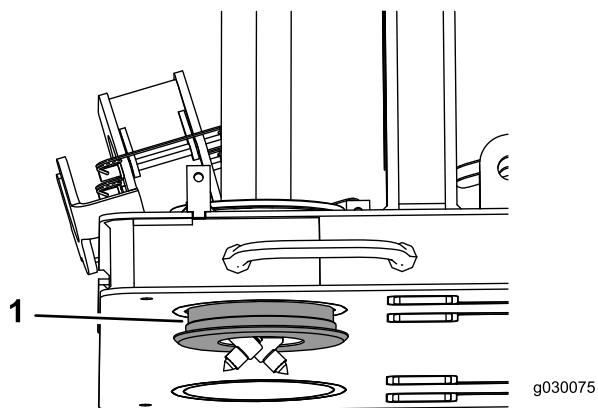

Figura 8
3. Inserte la guía de la estaca desde abajo de la plataforma (Figura 8) y apriete los pernos.